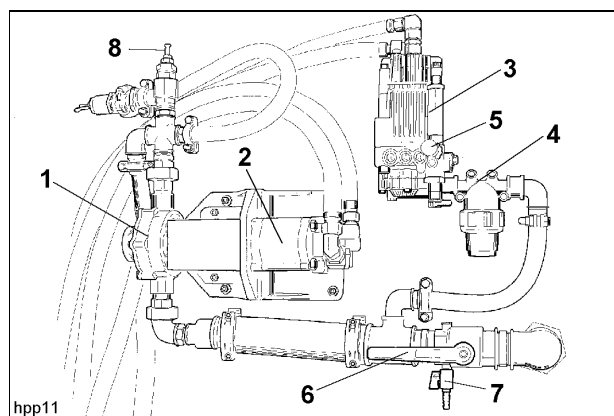

Fig. 2
- bomba de agua 1 e instalación de limpieza a alta presión 2 (Fig. 2)